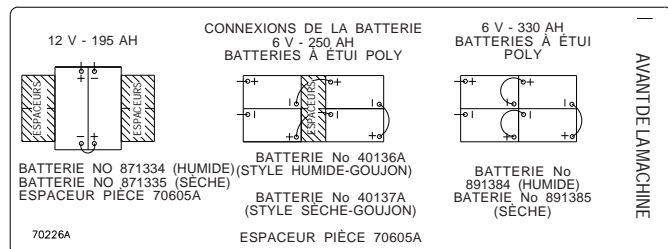

Figure 8C
4. Placer les batteries dans le caisson comme indiqué sur le schéma de la figure 8C.
5. Connecter les câbles qui relient les batteries et installer le long câble de connexion de l'ensemble des batteries comme indiqué à la figure 8C.